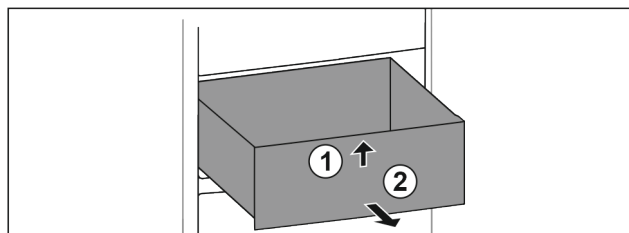

Fig. 70
- ▶ Predal spredaj dvignite. Fig. 70 (1)
- ▶ Predal vzemite ven v smeri naprej. Fig. 70 (2)